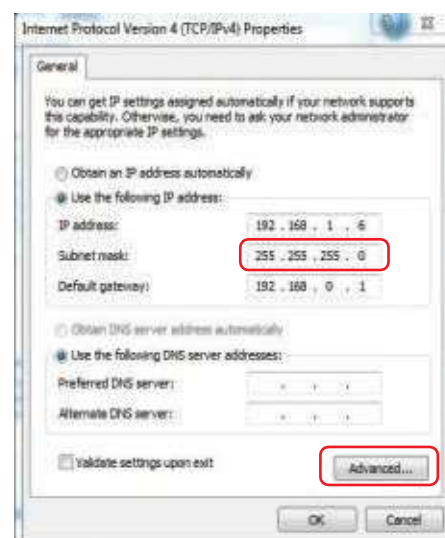

Fig. 6.7
(1) Faceți clic pe “Advanced”, intrați la “Advanced TCP/IP settings” (vezi Fig. 6.7).